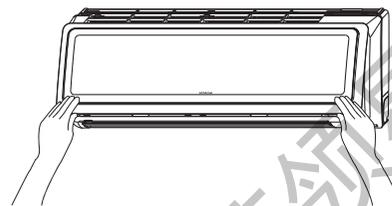

图29
- 2 欲利用出水孔将冷凝水导出时, 请将机体在安装后沿换热器均匀地注入适量的水, 观察底盘上三个出水孔的出水量。然后依图29所示将附件⑮室外出水嘴安装在出水量最多的孔中。